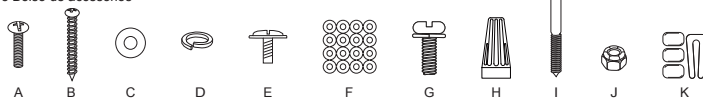

FIG. 1
Paso 2: Instale la batería de 12 voltios en el emisor portátil (Fig. 1) como se muestra en la (Fig. 2). Asegúrese de que la batería está fijado con terminales + / - coincidos. El mando a distancia se iluminará a la medida que se enciende una función. Esta luz indica que el mando a distancia tiene una buena batería. Si no ve esta iluminación por favor cambie la batería.
Paso 3: Comience evaluando las funciones del ventilador con el mando a distancia (Fig. 1). Ver detalles de la operación más adelante.